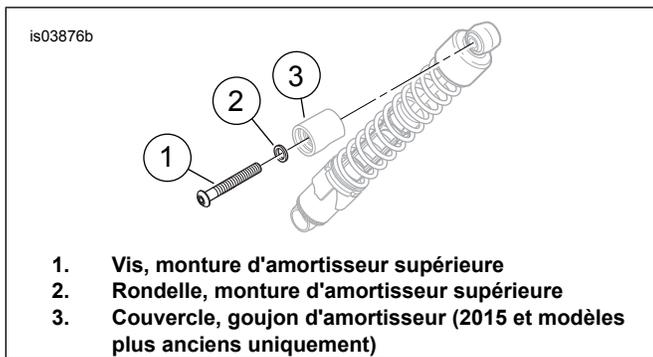

Figure 2. Monture supérieure d'amortisseur arrière
2. Voir Figure 2. Déposer le boulon 1/2-13 (1), la rondelle (2) et le couvercle de l'amortisseur (3). Jeter le boulon et le couvercle, mais conserver la rondelle pour l'installation ultérieure.